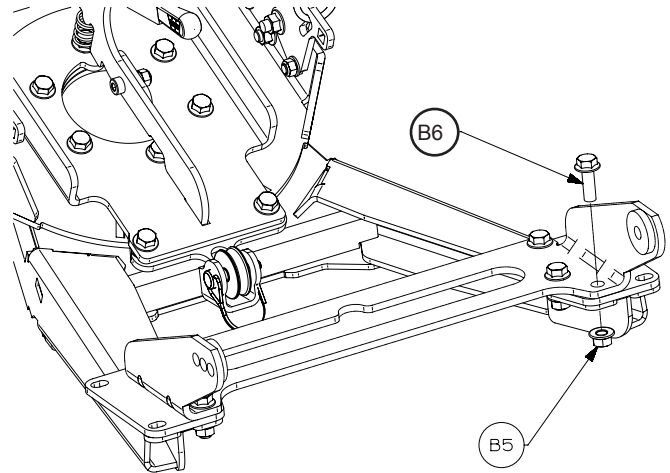

Figura 7
11. La flangia di montaggio è situata nel kit di montaggio della spalatrice sul veicolo. Posizionare la flangia di montaggio sul gruppo del tubo di spinta. Fissare servendosi dei dispositivi di fissaggio (B5, B6) come mostrato nella figura 7. Serrare i dispositivi di fissaggio alla torsione specificata.
12. Montare il gruppo della puleggia (A9) servendosi delle coppiglie fornite con il kit della puleggia. Vedere la figura 7.